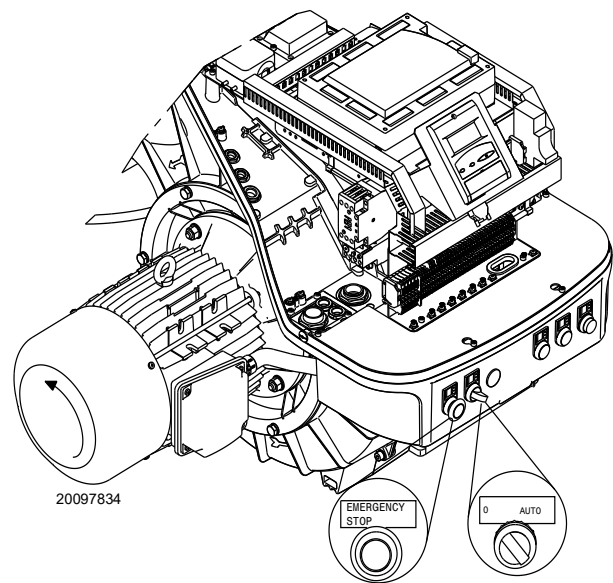

Abb. 25
Den Schalter Abb. 25 auf die Position „**AUTO**“ stellen.
Beim Anlaufen des Brenners die Drehrichtung des Motors überprüfen, siehe (Abb. 25).
- Den Schalter auf Abb. 25 auf „**0**“ stellen und warten, bis das Steuergerät die Abschaltphase ausführt;